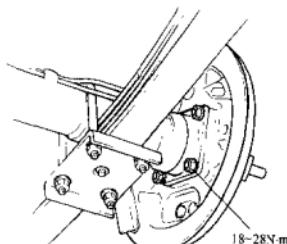

图 13-33
- (8) 将半轴装入后桥壳，并按规定力矩拧紧制动底板固定螺栓，见图13-33。